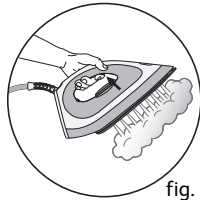

fig. 3
- Pour obtenir de la vapeur, appuyez sur la commande vapeur située sous la poignée du fer - **fig.3**. La vapeur s'arrête en relâchant la commande.
Lors de la première utilisation ou si vous n'avez pas utilisé la vapeur depuis quelques minutes : appuyez plusieurs fois de suite sur la commande vapeur (fig.3) en dehors de votre linge. Cela permettra d'éliminer l'eau froide du circuit de vapeur.
- Si vous repassez des vêtements en laine, appuyez juste sur la commande vapeur du fer par impulsions - fig.3, sans poser le fer sur le vêtement. Vous éviterez ainsi de le lustrer.